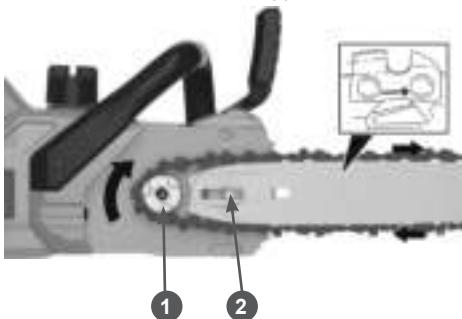

Рис. 3. Установка цепи
5. Наденьте пильную цепь на звездочку 1 (Рис. 3), одновременно надев шину на шпильку 2 шины (с совместив отверстие шины и шпильку).